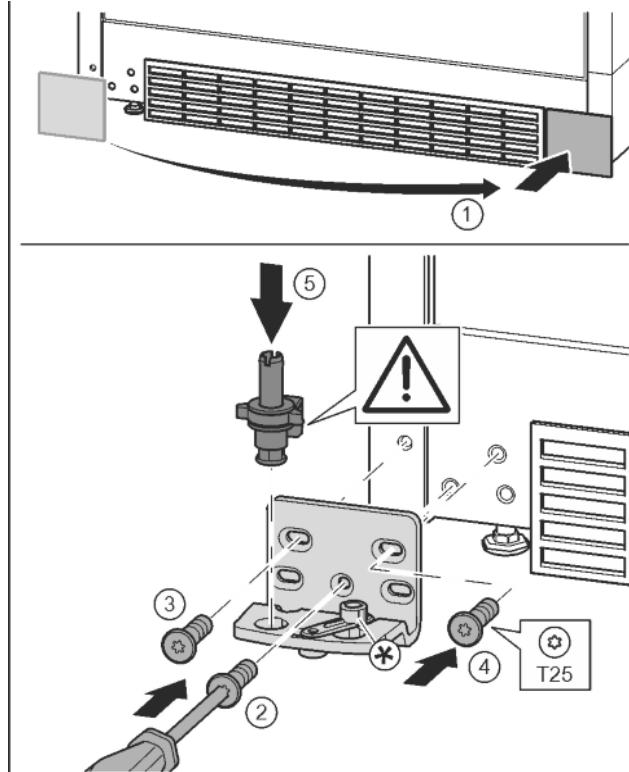

Fig. 15
- Зніміть кришку та встановіть її з іншого боку. Fig. 15 (1)
- Встановіть опорний кронштейн з іншого боку і закріпіть гвинтами за допомогою викрутки T25. Почніть із гвинта 2 знизу посередині. Fig. 15 (2)
- Закрутіть гвинти 3 та 4. Fig. 15 (3, 4)
- Вставте цілком опорний гвинт. При цьому виступ фіксатора повинен бути спрямований назад. Fig. 15 (5)